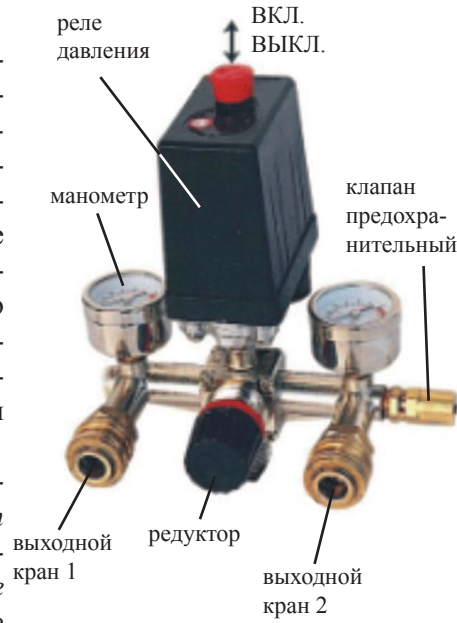

Рис. 3
7.2 Регулировка выходного давления (рис. 3).